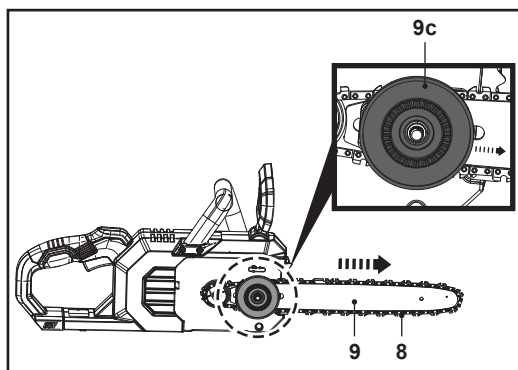

Rys. 3
5. Obróć koło napinające (9c) w lewo, aby prowadnica (9) przesunęła się w lewo do końca wycięcia. Ustawić zespół łańcucha tnącego (8) i prowadnicy (9) w linii z napędowym kołem zębatym (7) i wkrętem mocującym (6). Założyć łańcuch tnący (8) na napędowe koło zębate (7), a następnie opuścić prowadnicę (9), aby założyć ją na śrubę mocującą (6) (rys. 3, kroki 1, 2).